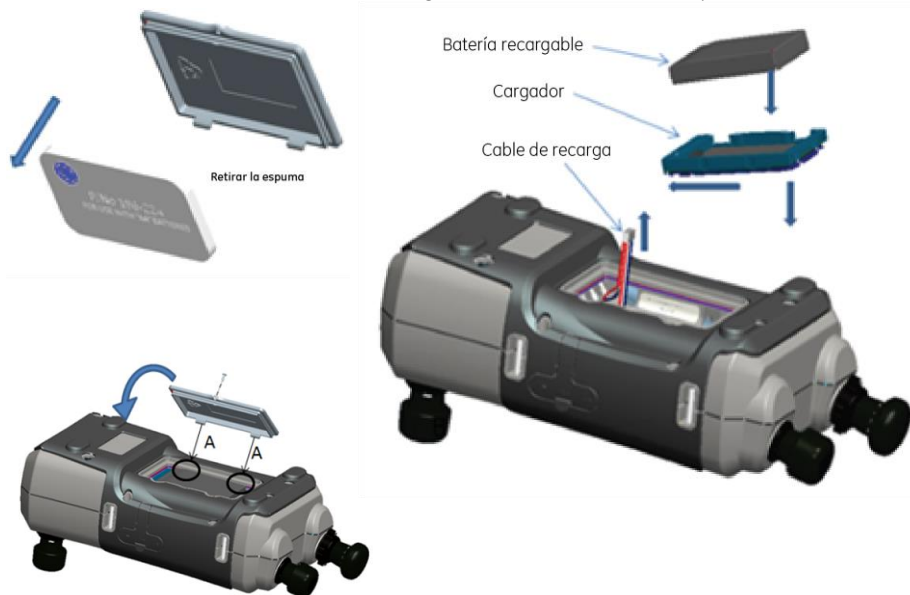

Figura 2 Kit Instale el kit de batería recargable
6. Vuelva a colocar la tapa de la batería. Cierre el compartimento de la batería presionando las pestañas hacia el interior de las ranuras (A) y baje la tapa apretando el tornillo de fijación. (Ver Figura 2).